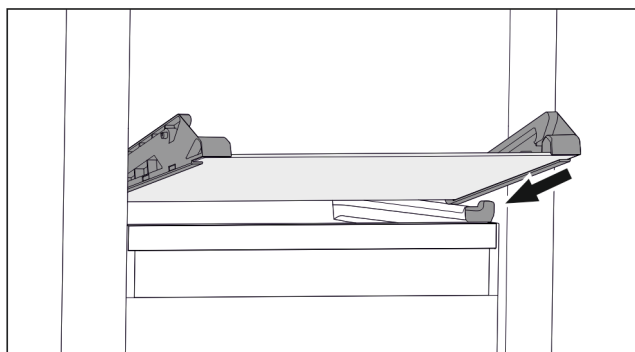

Fig. 67 Placa de sticlă a sertarului înclinabil
- ▶ Așezați placa de sticlă oblic în spatele opritoarelor. (vezi Fig. 67)